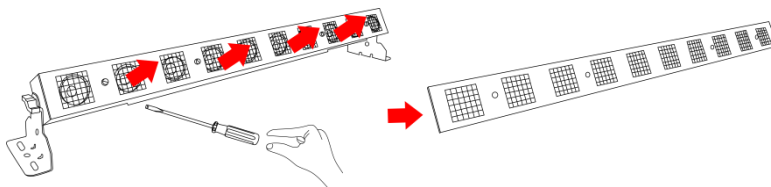

Fig.05
- 02) Extraiga el alojamiento de metal con cuidado (Fig. 05).